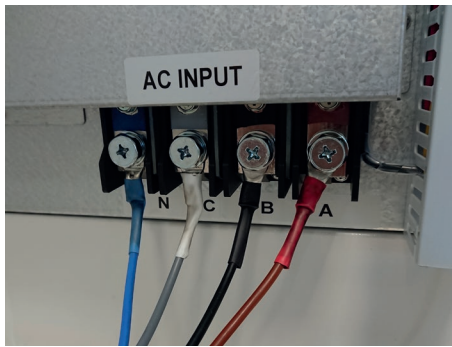

Figura 3 - Collegamento elettrico
1. Collegare il cavo di alimentazione alla morsettiera [Figura 3].